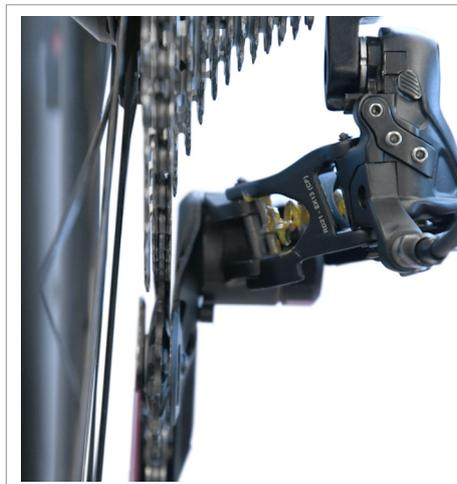

Abb.19
- Montieren Sie die Kette am vorletzten Ritzel, das neben dem größten Ritzel liegt (Abb. 19).